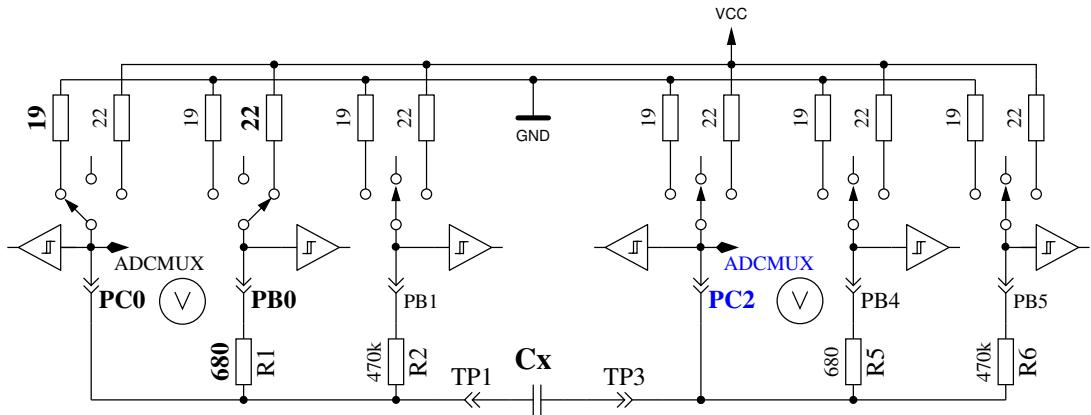

Abbildung 5.25. Messung der Kondensator-Restspannung bei Ladebeginn
1.12k der Software angewandt, um die Restspannung des Kondensators vor der Messung zu erfassen. Die Restspannung kann je nach Vorgeschiechte positiv oder auch negativ sein. Negative Spannungen kann der ADC aber nicht messen. Deswegen wird die Spannung des negativen Testpin mit dem 680Ω Widerstand auf etwa $132mV$ angehoben wie in Abbildung 5.25 gezeigt wird. Die Restspannung des Kondensators kann nun mit einer Differenzbildung der Spannungen auf beiden Seiten des Kondensators gebildet werden. Die Spannung am positiven Testpin bleibt so auf jeden Fall positiv, auch wenn der Kondensator eine negative Restspannung von einigen mV hat.